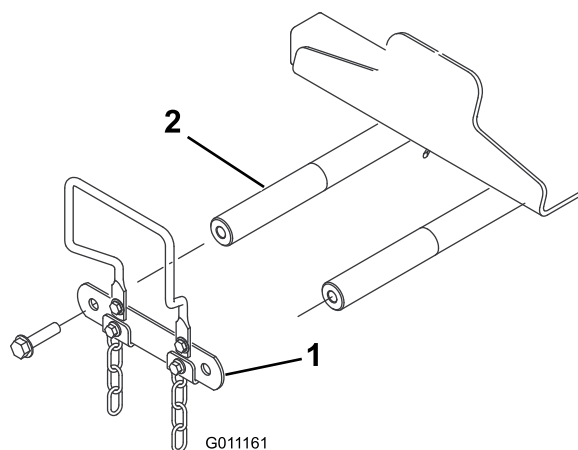

Bild 13
- Entfernen Sie die zwei Schrauben, mit denen der Gelenkschaftanschluss des Hubarms am Gelenkschaft des Hubarms befestigt ist, und entfernen und bewahren den Gelenkschaftanschluss und die Schrauben auf (Bild 13).